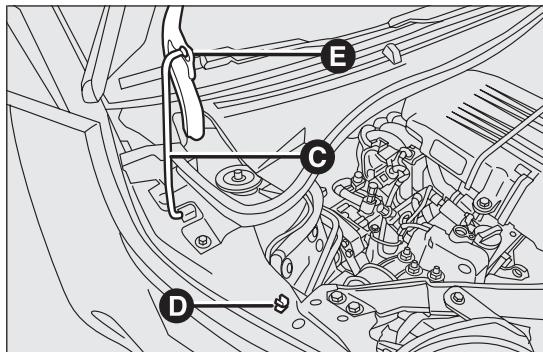

Abb. 61
- Die Motorhaube anheben und gleichzeitig den Haltestab C Abb. 61 aus der Arretierungsvorrichtung D lösen. Dann das Stabende in die Aufnahme E der Motorhaube (große Öffnung) einführen und in die sichere Position drücken (kleine Öffnung), wie die Abbildung zeigt.
- Die Motorhaube mit einer Hand hochhalten und mit der anderen Hand die Stange C Abb. 61 aus der Aufnahme E nehmen und in ihre Einrasthalterung D drücken